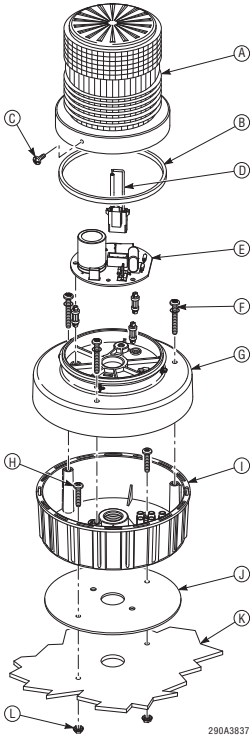

Figure 1
2. Montage en saillie (Voir figure 1)